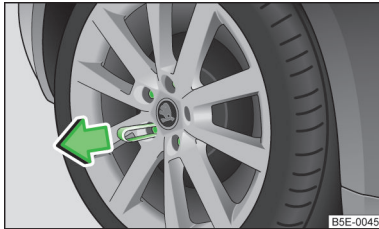

Abb. 172
- Die Abdeckkappe in Pfeilrichtung abziehen » Abb. 172.